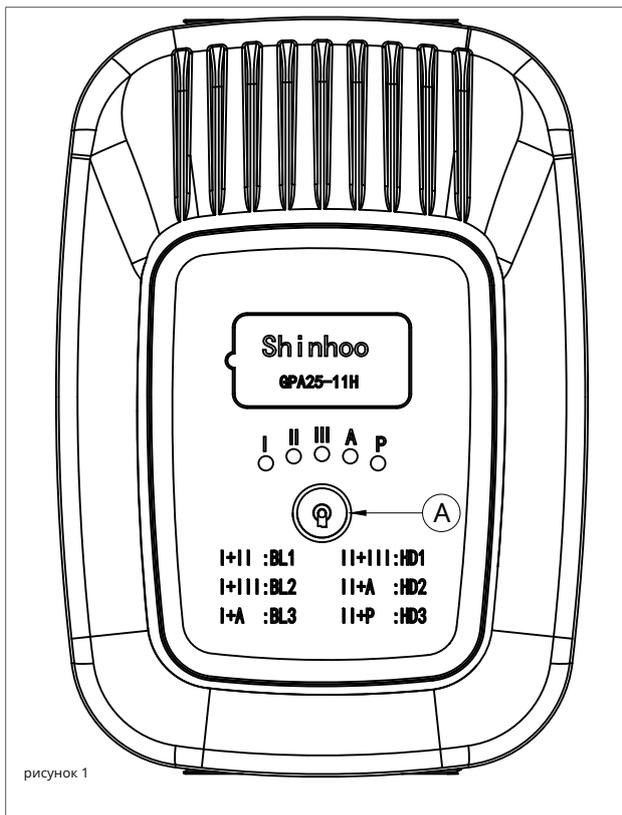

рисунок 1
- › отрежьте фиксирующую планку (см. А-рис.1);
- › снимите картонную коробку, подняв ее вверх (см. В-рис.1);
- › сдвиньте котел с одной стороны и снимите нижний поддон (см. С-рис.1).
Нажав кнопку выбора (см. «А» рис. 1), можно активировать тип работы, соответствующий эталонной кривой, показанной на диаграмме, в зависимости от отображаемой комбинации светодиодов.
2. отвинтите ручной воздухоотводчик (1-рис.1), расположенный в верхней части каждого конденсаторного теплообменника;
ВЕНТИЛЯЦИОННЫЕ КЛАПАНЫ И ВЕНТИЛЯТОРЫ НА ВЕРХУ КОНДЕНСАЦИОННОГО ТЕПЛОБМЕННИКА (1-РИС.1).